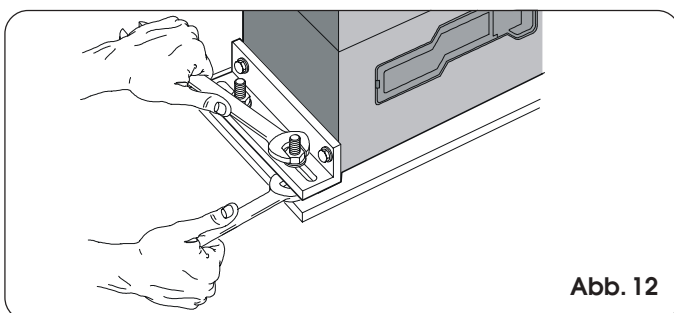

Abb. 12
- 5) Den Getriebemotor auf der Grundplatte befestigen, indem die Muttern gemäß Abb. 12 angezogen werden.